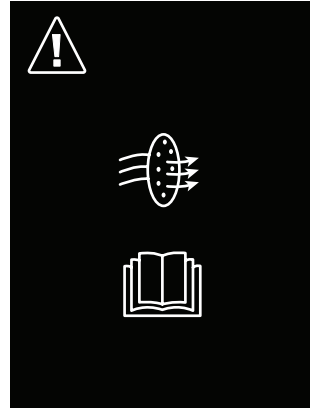

Abb. 14: Filter prüfen
- ! Um eine optimale Sensorleistung und Langlebigkeit zu gewährleisten, muss der Filter ausgetauscht werden, wenn er sichtbar verschmutzt ist oder wenn der Bildschirm „Filter prüfen“ angezeigt wird (siehe Abb. 14).
Wenn der interne Timer etwa 30 Betriebsstunden aufgezeichnet hat, wird nach dem Einschalten der Bildschirm „Sensorfilter prüfen“ angezeigt (siehe Abb. 14).